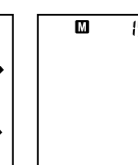
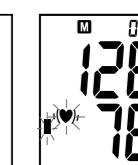

Рис. 8-1
Рис. 8-2
b. На дисплее появится количество сохраненных в памяти измерений, Рис. 8-1. Затем на дисплей будет выведен последний сохраненный результат (под номером 2), см. Рис. 8-2. Результат отображается следующим образом: сначала на дисплей выводятся значения давления (систолическое и диастолическое), время и уровень по шкале (Рис. 8-3), затем значение пульса и дата (Рис. 8-4). Также будет отображаться мигающий символ аритмии сердца, если во время измерения она была обнаружена.